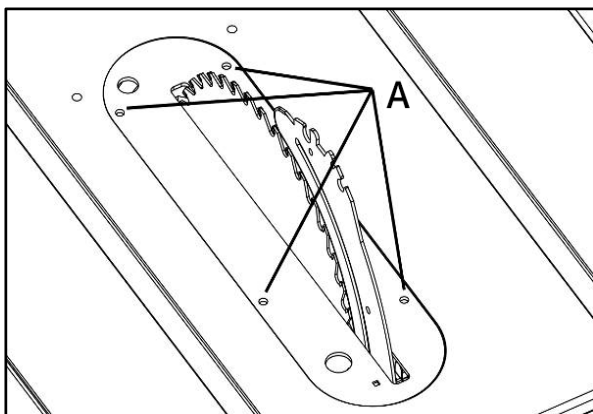

Рисунок 24
- Расположите вставку в отверстиях стола. Вставка фиксируется в положении при помощи магнита в столе. Уровень вставки, регулируется винтами А (рис. 24).